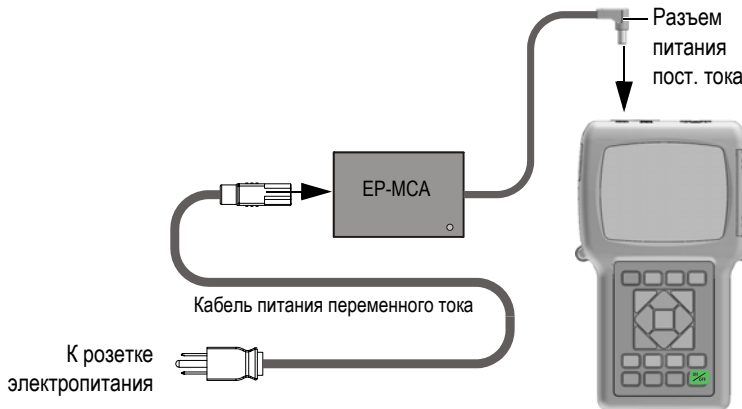

Рис. 2-2 Подключение зарядного устройства/адаптера
1. Подключите кабель питания переменного тока к зарядному устройству/адаптеру (Арт.: EP-MCA [U8767042]) и к соответствующей розетке питания (см. Рис. 2-2 на стр. 28).